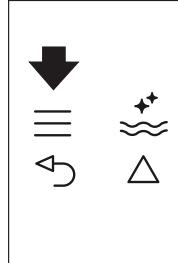

Fig. 22
- ▶ Apăsați pe pictograma  (B2) pentru a accesa meniu (Fig. 22) sau apăsați pe pictogramele